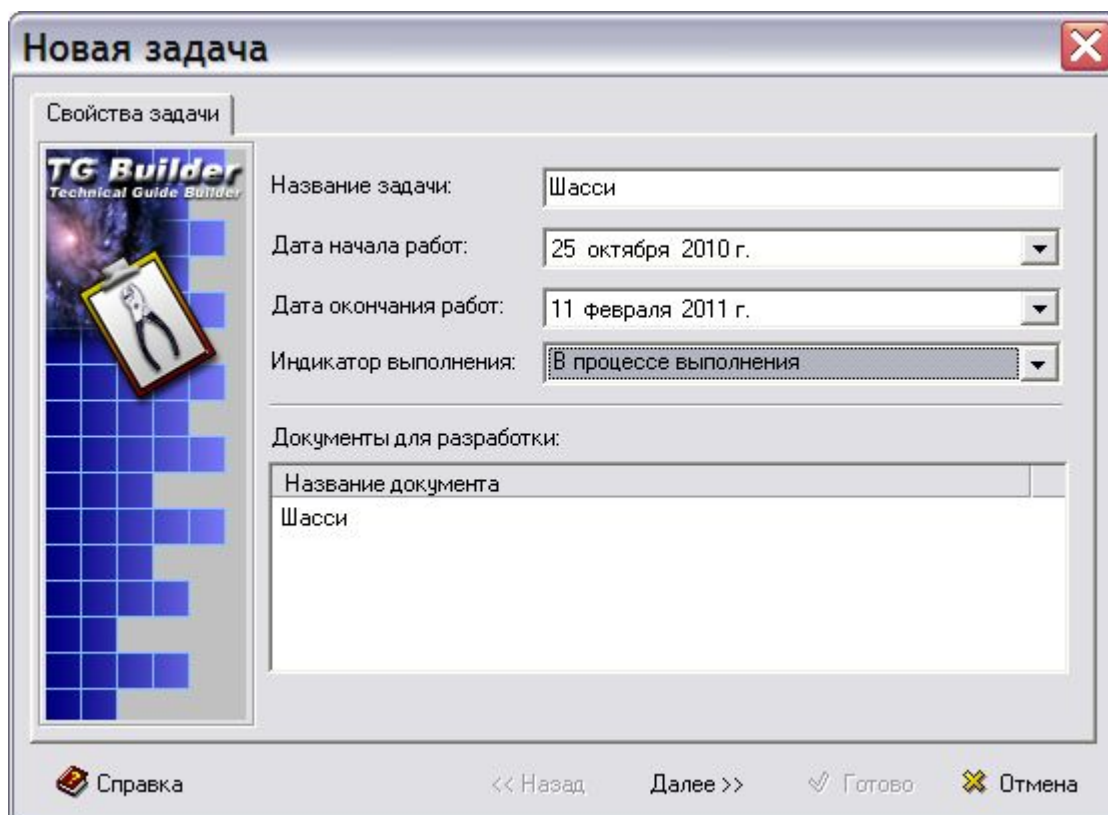

Рис. 2.78
3. В появившемся окне **Новая задача** на вкладке **Свойства задачи** укажите **Дату начала работ** и **Дату окончания работ** (Рис. 2.78).
4. Выберите из выпадающего списка **Индикатор выполнения** вариант «В процессе выполнения» (Рис. 2.78). Другие возможные индикаторы рассмотрены в разделе 2.7.2 «Свойства задачи».